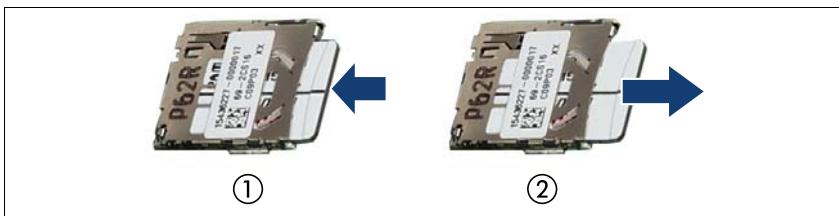

図 190: microSD カードの取り外し
- ▶ 故障した microSD カードを取り出すために、ゆっくり押し込んで、離します (図 190 を参照)。